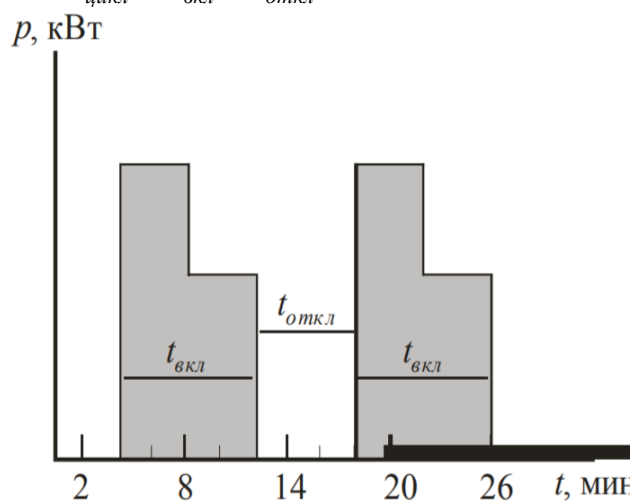

Рисунок 1 – График нагрузки электроприемника (ЭП)
1.1 По графику нагрузки (рисунок 1) определить длительность периода включения = 8 мин.
1.2 По графику нагрузки (рисунок 1) определить длительность периода отключения = 6 минут